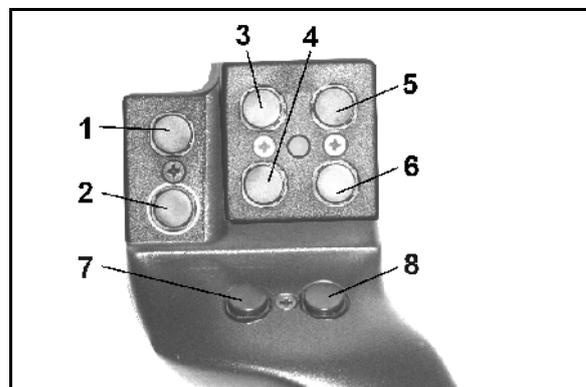
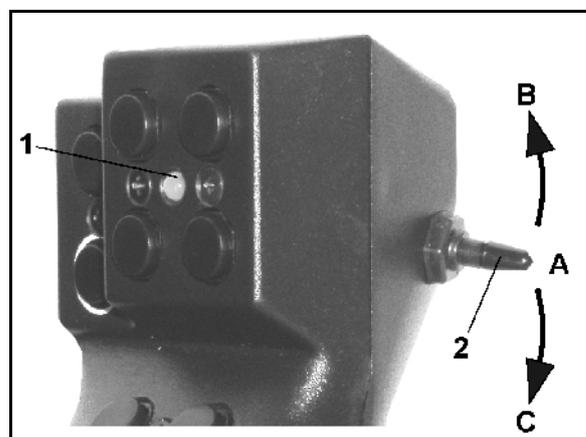

Рис. 71
Рис. 72
Для управления терминалом **AMATRON⁺** джойстик (Рис. 71) оснащен 8 кнопками (1–8). В дальнейшем с помощью 3-позиционного переключателя (Рис. 72/2) возможно изменение функций кнопок.
-  среднем положении (Рис. 72/A) и может быть установлен
-  как в верхнее (Рис. 72/B), так и
-  в нижнее (Рис. 72/C) положение.
Положение переключателя отображается с помощью светодиодного индикатора (Рис. 72/1).